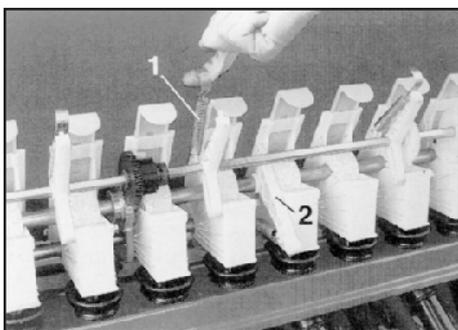

Рис. 24.6
- Промежуточный вал устройства прокладки технологических колец (при наличии) после снятия пружин растяжения (рис. 24.6/1) откидывается вниз вместе с поворотными опорами.
- Упорный подшипник (рис. 24.6/2) необходимо снять после снятия пружины.